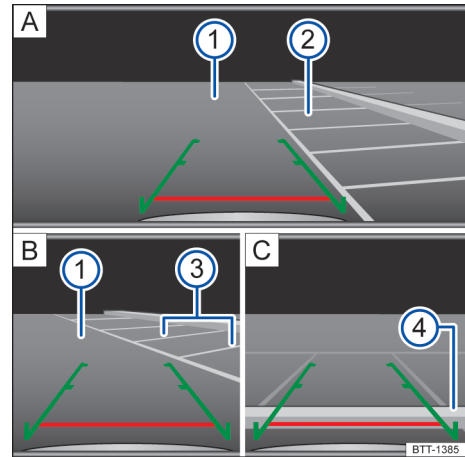

Fig. 108 Visualización de la pantalla del sistema de radio: estacionar con la cámara de marcha atrás.
Legenda para fig. 108:
- Colocar el vehículo delante de la plaza de estacionamiento → fig. 108 ② A.
- Conducir hacia atrás lentamente y maniobrar de modo que las guías verdes laterales conduzcan entre las líneas de delimitación de la plaza de estacionamiento seleccionado ② A. ▶